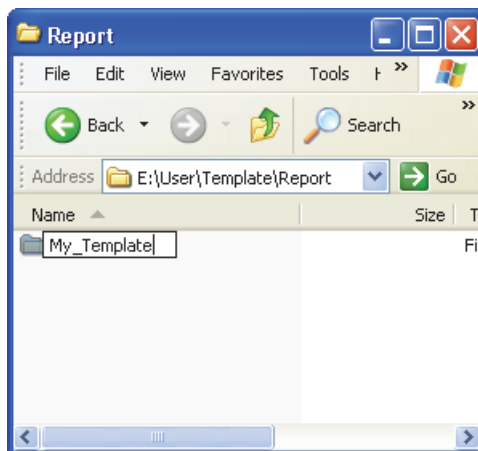

图 7-5 用户定制报告文件的路径
4. 将刚刚拷贝的 \User\Template\Report\Complete\ 文件夹，以用户自己选择的名称重新命名（例如：第 188 页的图 7-5 中的文件夹被重新命名为 My\_Template）。